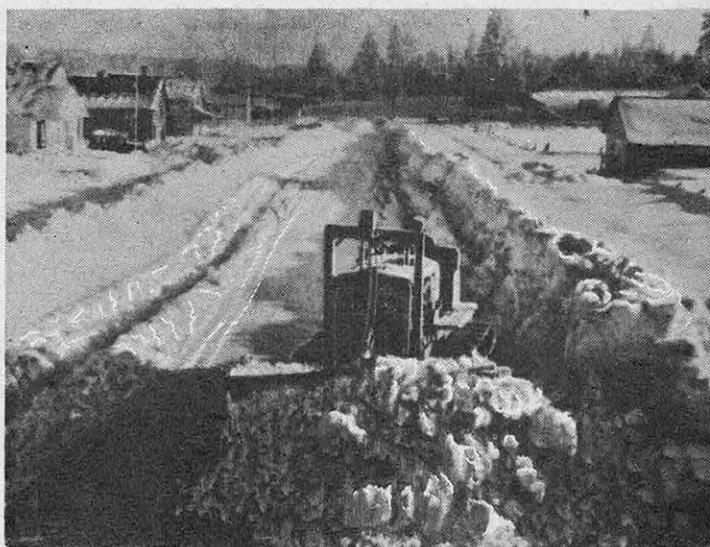

FIG. 8. — DÉBLAIEMENT DE LA NEIGE
- enfin, on peut aussi les faire fonctionner comme chasse-neige (fig. 8) ou comme rouleau
(1) Voir « Aménagement rapide des aérodromes », (*Science et Vie*, n° 307, mars 1943, p. 144).